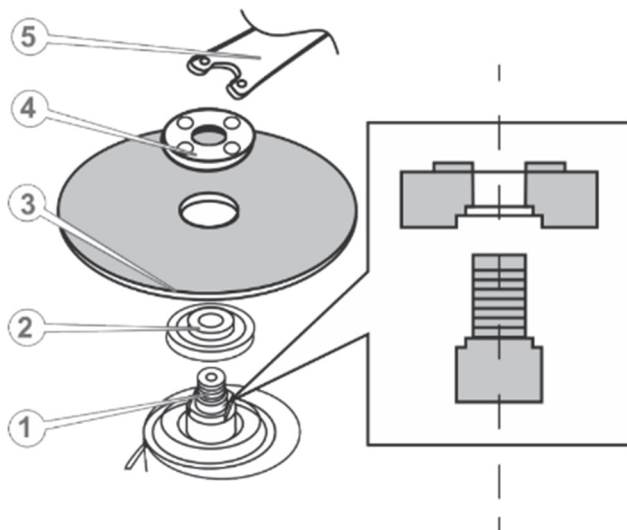

Рисунок 10. Схема встановлення та зняття абразивного диска.
1. Встановити внутрішній фланець (2, рис. 10) із посадковим виступом на шпindel (1, рис. 10) у такий спосіб, щоб фланець увійшов у зачеплення зі шпинделем.
2. Встановити на фланець абразивний диск у такий спосіб, щоб посадковий виступ внутрішнього фланця увійшов у посадковий отвір диска (3, рис. 10).
4. Надійно зафіксувати диск, закрутивши зовнішній фланець (4, рис. 10) за допомогою затискного ключа (5, рис. 10).